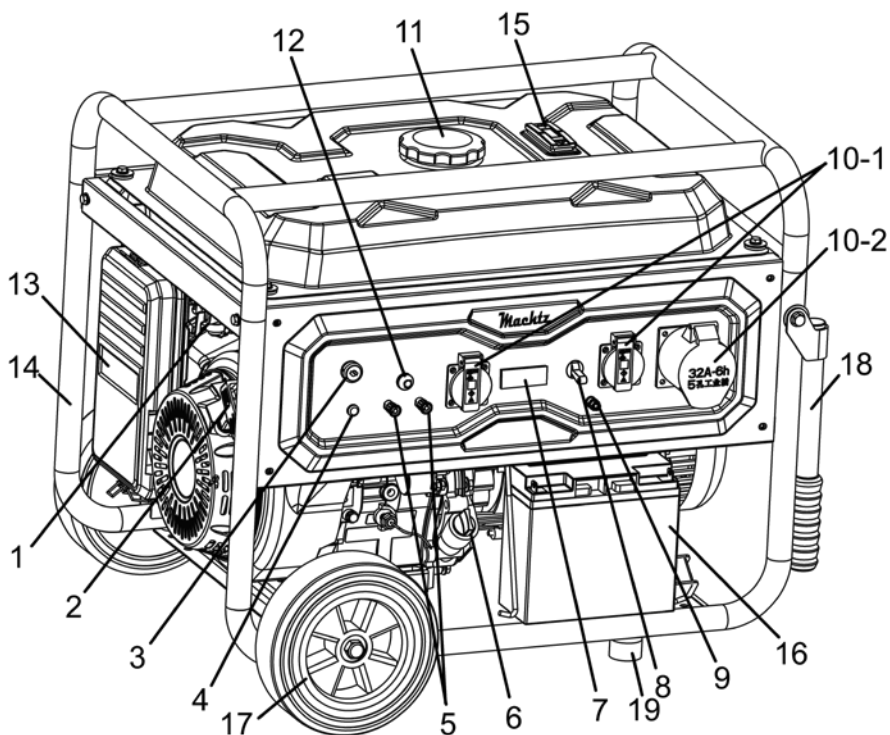

Рисунок 2
Генератор **MGG-55 ESM** має транспортувальні колеса (17, рисунок 2) і складні рукоятки (18, рисунок 2) для зручності переміщення (потрібно під'єднати до рами (14) перед використанням). Клеми мережі постійного струму використовуються тільки для зарядки автомобільних акумуляторних батарей напругою 12 В. Клема червоного кольору – плюсова (+), а чорна – мінусова (-). Акумуляторну батарею необхідно під'єднувати, дотримуючись полярності.